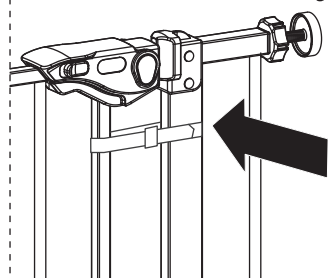

Figura 1-3
**NON RIMUOVERE LA CERNIERA FINO AL COMPLETAMENTO DELL' INSTALLAZIONE.** (Figura 1-3)